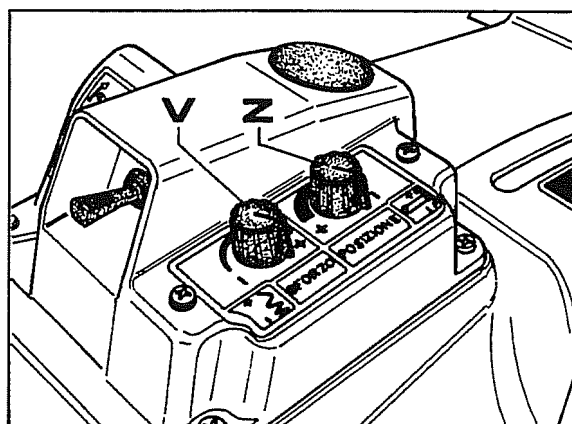

Fig. 55
- b. Girare ambedue i reostati **V-Z** (fig.55) a fine corsa nel senso orario.
- e2. Verificare che il reostato **Z** (fig.55) sia ruotato sul segno negativo (-).